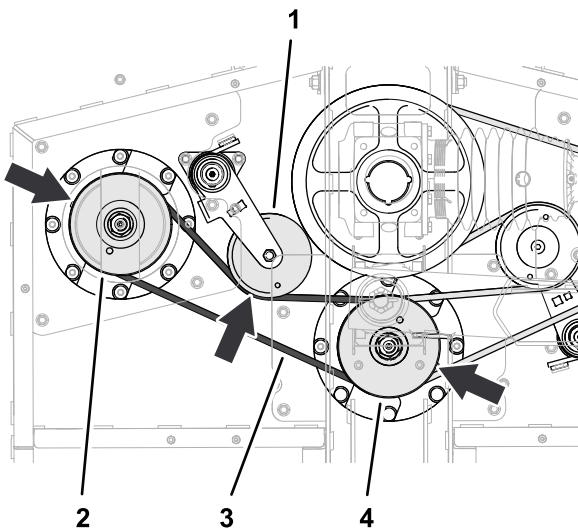

Figura 67
1. Disponete la cinghia corta attorno alla puleggia del mandrino di sinistra e la scanalatura inferiore della puleggia del mandrino centrale (Figura 67).
2. Utilizzate una barra di interruzione o un utensile simile per ruotare il tendicinghia in senso antiorario e fate scorrere la cinghia sopra alla puleggia tendicinghia (Figura 67).